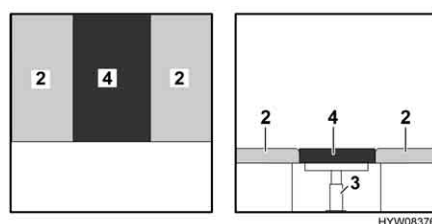

Fig. 41 Dopo la trasformazione
- Posizionare il cuscino aggiuntivo (Fig. 41,4) tra i cuscini del divano.